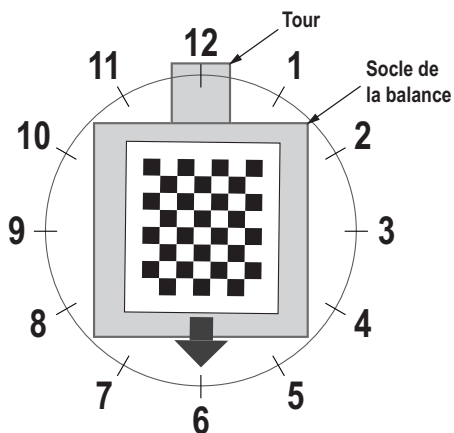

Figure 5-8. Tournez à 6 heures.
- Alignez l'objet d'étalonnage de sorte que les réticules soient centrés. Tournez l'objet d'étalonnage à 6 heures, la tour étant à 12 heures (Figure 5-8).